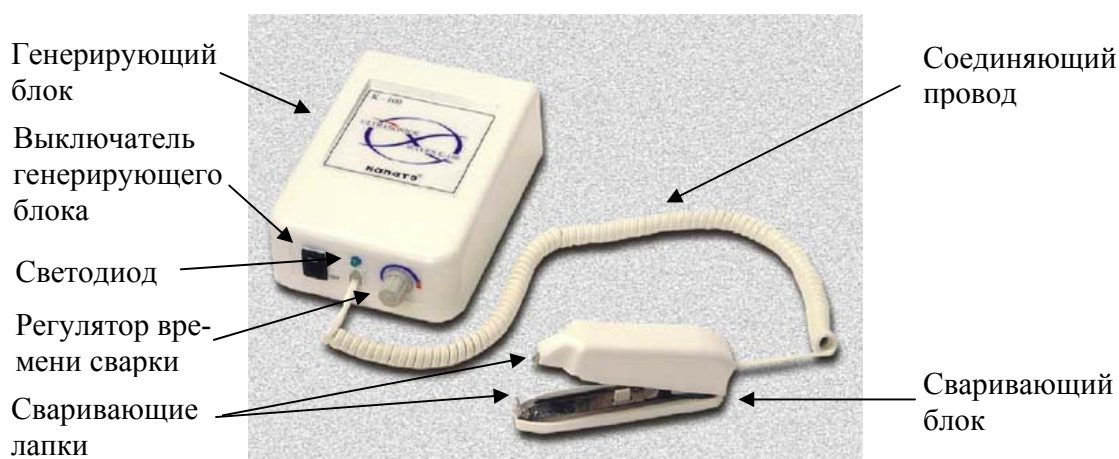

Рис. 1 Общий вид и обозначения
- Вставьте соединяющий провод в генерирующий и сваривающий блоки. (см. рис. 1).
- Включите генерирующий блок с помощью выключателя (см. рис.1).
- Держа сваривающий блок в кисти руки, вставьте между его металлическими лапками (см. рис.1) два слоя материала, которые необходимо сварить.
- Сожмите кисть руки для зажима и сварки материала. На время сварки (действия ультразвука) загорится зеленый светодиод на генерирующем блоке (см. рис.1). После окончания сварки светодиод погаснет.
Все части аппарата следует содержать в чистоте. Особое внимание необходимо уделять чистоте поверхности сваривающих лапок (см. рис. 1).